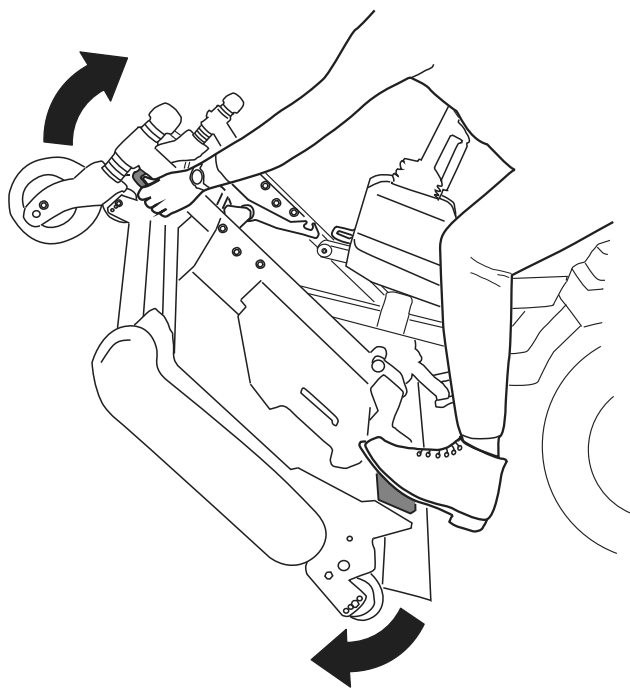
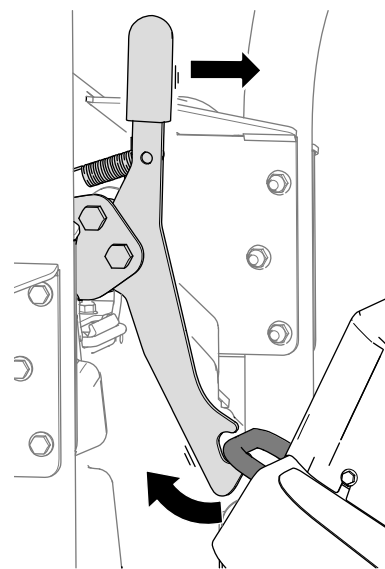

Рисунок 36
Рисунок 38
5. Поверните режущий блок (Рисунок 36) так, чтобы защелка вошла в зацепление с крепежным кронштейном (Рисунок 37).
1. Освободите защелку режущего блока от крепежного кронштейна (Рисунок 38), для этого немного поверните режущий блок вперед (см. Рисунок 36) и потяните рукоятку защелки вперед.